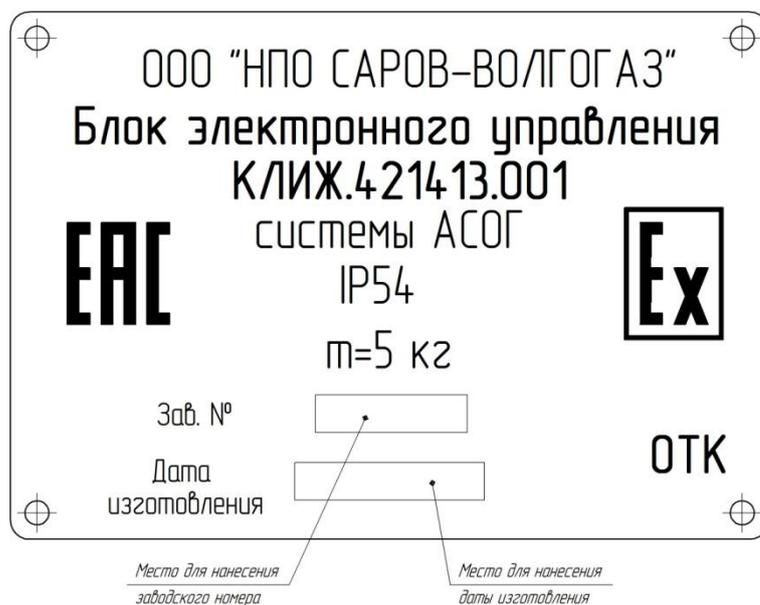

Рисунок 18 – Табличка на боковой поверхности БЭУ
1.6.5 На боковой поверхности БЭУ имеются табличка с маркировкой (см. рисунок 18). Заводской номер БЭУ является заводским номером АСОГ, дата изготовления БЭУ является датой изготовления АСОГ.